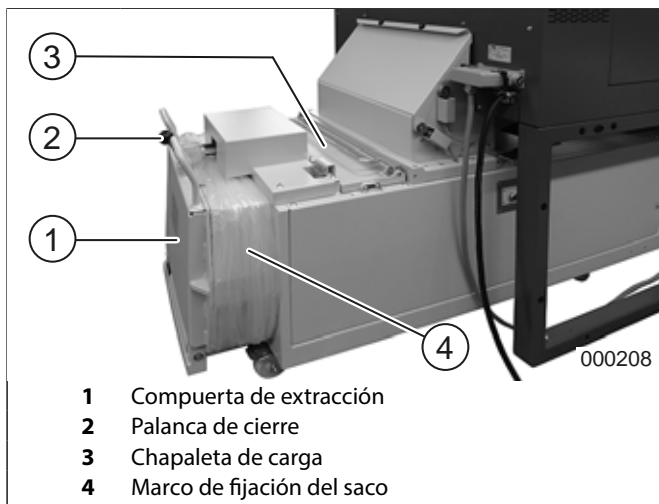

fig. 17 Abrir la compuerta de extracción
Pulsando este pulsador durante más de 2 segundos como mínimo, el punzón de prensado retrocede ligeramente y la palanca de cierre (fig. 17/2) se desplaza ligeramente hacia delante (descarga de la presión en la compuerta de extracción). La compuerta de extracción (fig. 17/1) puede ser abierta. Esta medida es necesaria cuando el compactador mantiene prensado un fardo a expulsar.
1. Abrir la chapaleta de carga (fig. 17/3).
6. Cerrar la chapaleta de carga (fig. 17/3).
### Abrir la compuerta de extracción (fig. 17/1):
1. Pulsar el pulsador de "Abrir la compuerta de extracción" (fig. 12/2). Para la reducción de la presión en la compuerta de extracción, el punzón de prensado retrocede ligeramente y la palanca de cierre (fig. 17/2) se desplaza ligeramente hacia delante.
1. Cerrar la chapaleta de carga (fig. 17/3).
2. Abrir la compuerta de extracción (fig. 17/1).
4. Retirar el saco del marco de fijación del saco (fig. 17/4).
5. Cerrar la compuerta de extracción (fig. 17/1), y si se desea un empleo de la destructora de documentos, cerrar también la chapaleta de carga (fig. 17/3).